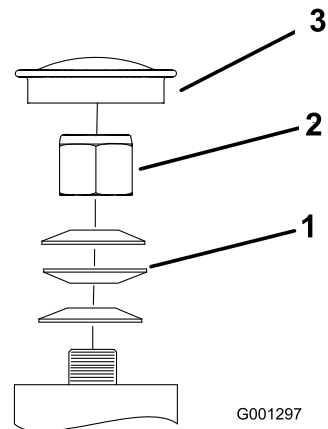

Figura 46
3. Togliete lo scodellino parapolvere dalla ruota orientabile e serrate il dado di bloccaggio (Figura 46).
4. Serrate il dado di bloccaggio finché le rondelle elastiche non sono piatte, quindi allentate di un quarto di giro per mettere a punto il precarico sui cuscinetti (Figura 46).
Importante: Verificate che le rondelle elastiche siano correttamente montate, come riportato nella Figura 46.
5. Montate gli scodellini parapolvere (Figura 46).